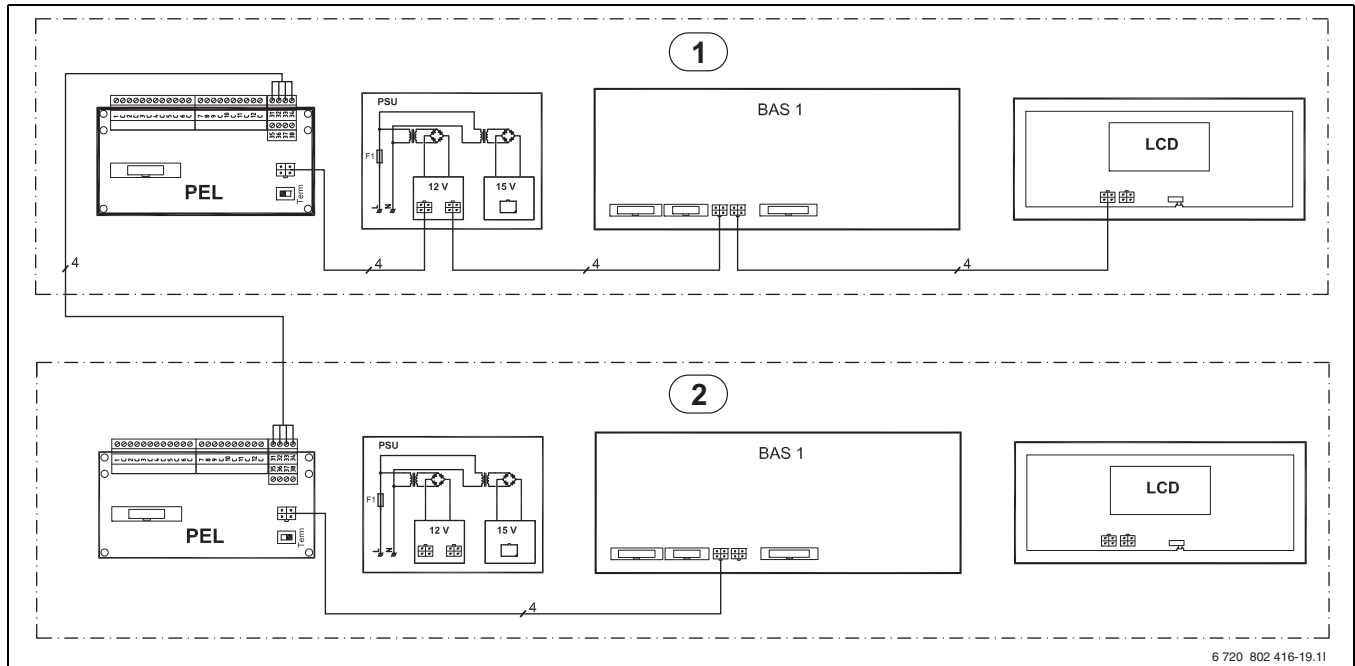

Bild 73 CANbus översikt med två värmepumpar 6-17kW
i PSU och LCD (→ bild 73) i värmepump 2 är anslutna från fabrik, dessa kopplas bort och används inte vid kaskadkoppling.
4. Koppla om CANbus med existerande CANbus-kablage i värmepump 2 (→ bild 73)